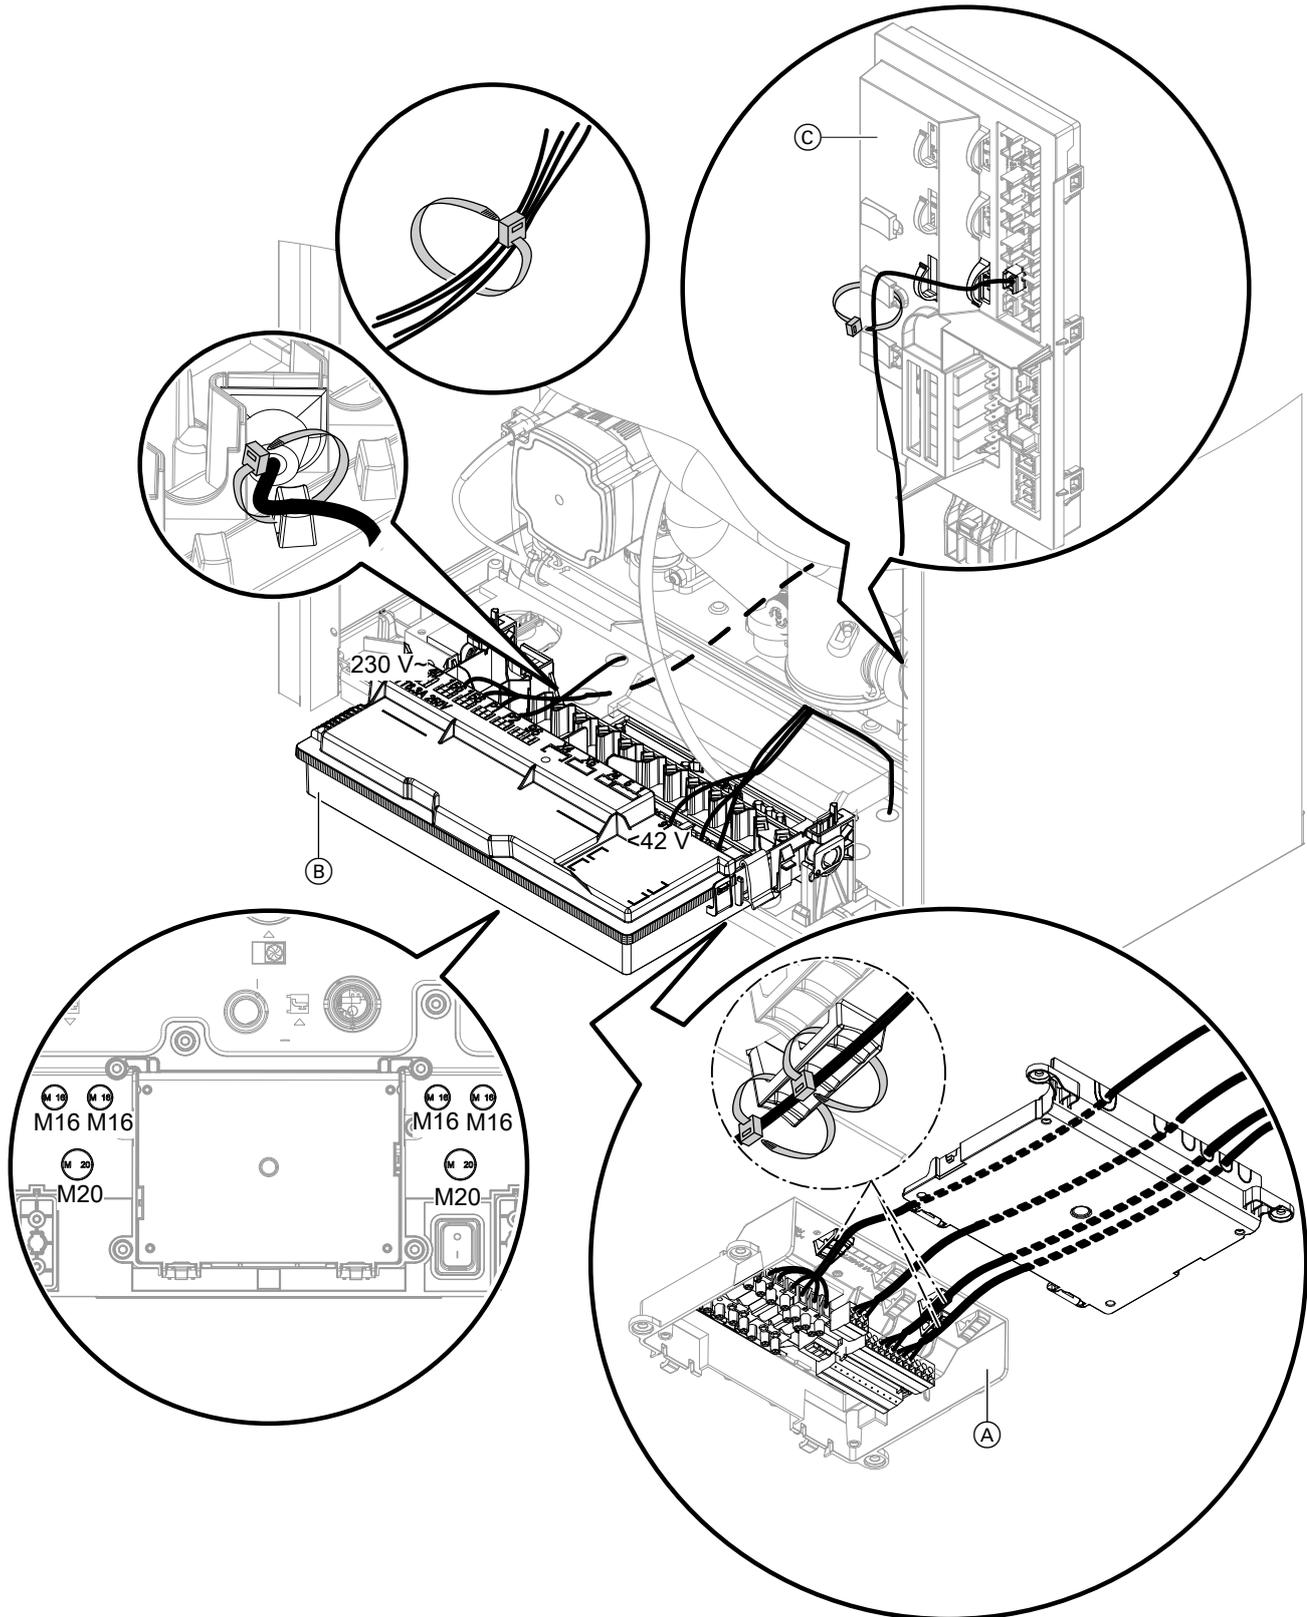

Abb. 39
- (A) Anschlusskasten 230 V~
- (B) Elektronikmodul HPMU
- (C) Elektronikmodul EHCU
- Alle Leitungen im Anschlusskasten 230 V~ mit 2 Kabelbindern zugentlasten: Siehe Abb. 39.